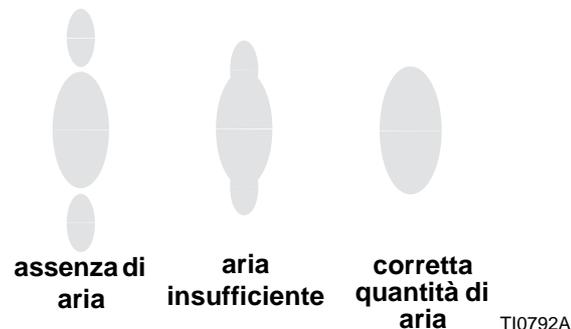

Fig. 5. Problemi di distribuzione della spruzzatura
2. Vedere FIG. 5. Impostare la pressione dell'aria di nebulizzazione su circa 5 psi (0,35 bar, 35 kPa) quando attiva. Verificare il ventaglio di spruzzatura e poi aumentare lentamente la pressione dell'aria in modo che i baffi di spruzzatura siano completamente nebulizzati e concentrati nel ventaglio di spruzzatura. Non eccedere una pressione d'aria di 100 psi (0,7 MPa, 7 bar) alla pistola.